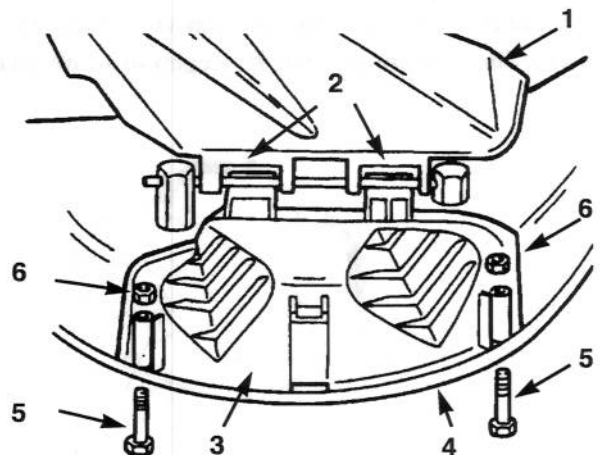

Bild 13
1. Das Prallblech anheben und die Nasen an der Oberseite der Auswurfabdeckung unter die Prallblechbefestigungsstange schieben. Die Auswurfabdeckung abwärts über die Öffnung und auf die untere Kante des Mähwerks bringen (Bild 13).
2. Die Auswurfabdeckung auf der unteren Mähwerkklappe mit Schrauben und Muttern absichern (Bild 13).